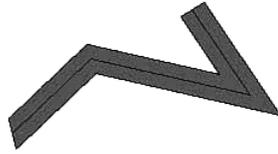

图 3-35 多线填充
- 填充：打开此开关绘制多线时，AutoCAD 2009 会用指定的颜色填充所绘制的多线。可通过列表中的“选择颜色”选项打开“选择颜色”对话框来选取颜色。图 3-35 所示为多线填充示例。